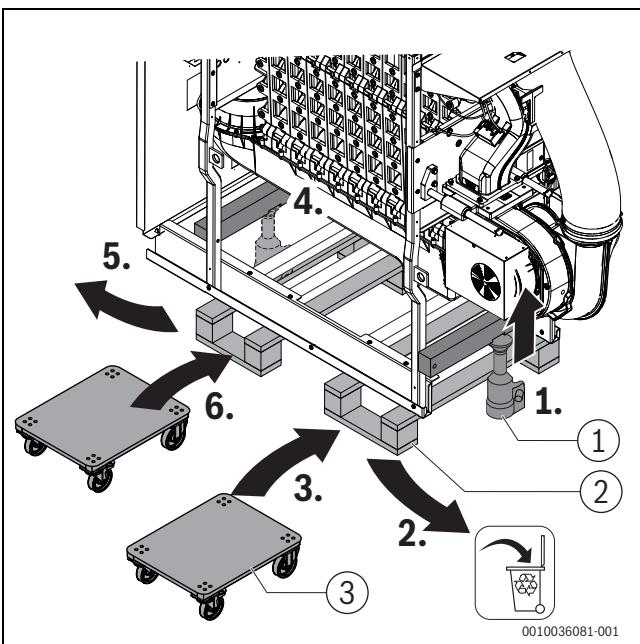

Рис. 14 Установка домкрата, установка площадки для перевозки мебели (примерное изображение)
- Установите автомобильный домкрат (макс. высота просвета 215 мм, мин. высота подъема 345 мм) под поперечную балку на раме котла (→Рис. 14, этап 1 – 3) и поднимите котел настолько, чтобы можно было удалить часть поддона.
- Разместите домкрат под второй поперечной балкой (→Рис. 14, этап 4 – 6) и поднимите котел настолько, чтобы можно было извлечь вторую часть поддона.